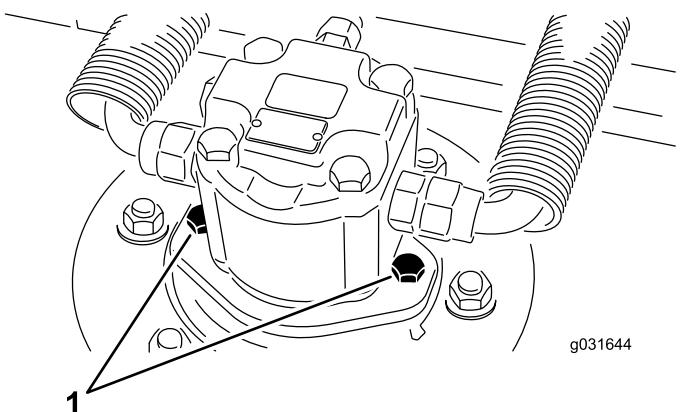

Figura 67
2. Retire os parafusos de montagem do motor hidráulico e desligue e retire o motor hidráulico da plataforma (Figura 67).
- Utilizando os parafusos de montagem do motor hidráulico, instale o motor hidráulico na plataforma (Figura 67).